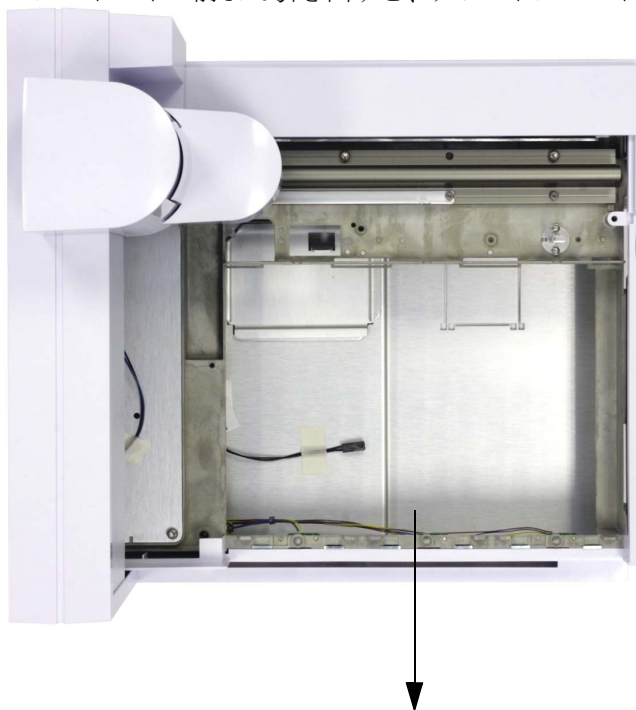

図 43 サンプルトレイサポートプレートを取り外す
- 24** トレイサポートプレートを取り外します（プレートの前部を持ち上げ、サンプルトレイの前まで引き出すと、サポートプレートが外れます。）（図 43）。